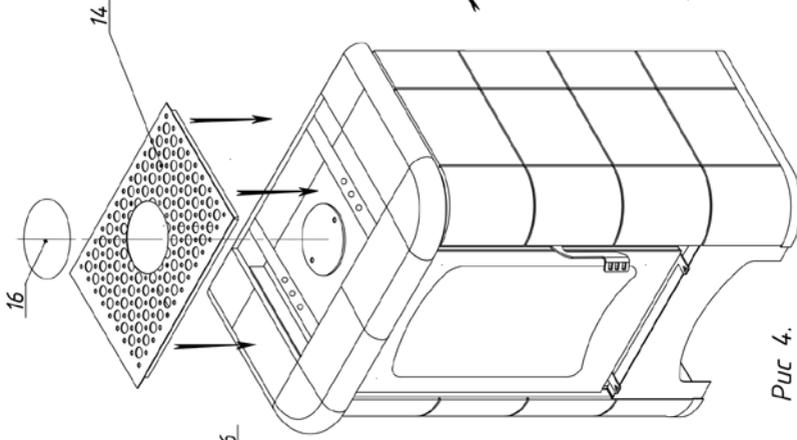

Рис. 4.
4. Декоративная крышка 14 и заглушка крышки 16 устанавливаются на верхнюю панель 6 (Рис. 4)